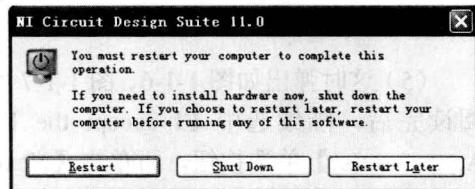

图 1-1-11 消息框
(9) 单击【Finish】按钮后, 弹出如图 1-1-11 所示的消息窗口, 单击【Restart】按钮重启计算机。